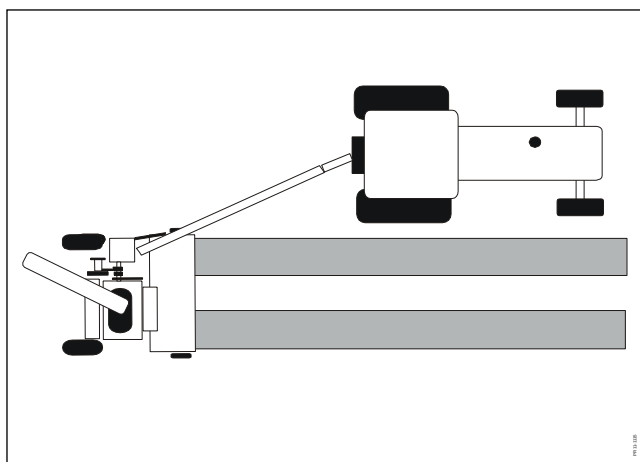

Fig. 6-9
- Fig. 6-9** 1) Snitteren samler græs op ved siden af traktoren, arbejder offset. Her kan opsamles brede enkeltskår og 2 dobbeltskår, som er meget velegnet til snitteren. En god køreteknik, når der læsses i vogn på højre side af snitteren.